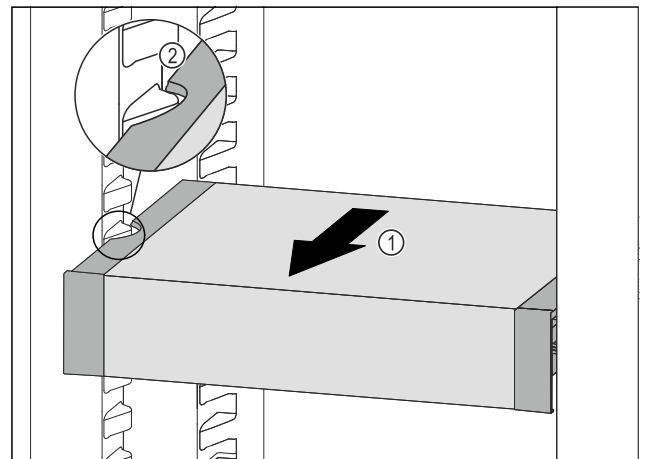

Fig. 101
- ▶ VarioSafe pociągnąć w przód Fig. 101 (1), aż boczne wycięcia szuflady VarioSafe będą się znajdować na wysokości żeber pojemnika w chłodziarce. Fig. 101 (2)